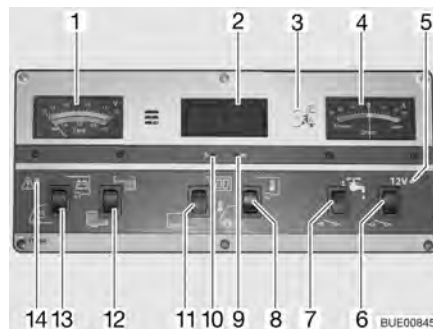

Bild 104 Panel IT 994
Med instrumentet V/tank (Bild 104,1) avläses den övre skalan. Instrumentets belysning tänds automatiskt när en knapp trycks in.
- Vippkontakten (Bild 104,13) trycks in nedtill : Startbatteriets spänning visas.
- Vippkontakten (Bild 104,13) trycks in upptill: Bodelsbatteriets spänning visas.
På instrumentet V/tank (Bild 104,1) avläses den undre skalan. Instrumentets belysning tänds automatiskt när en knapp trycks in.
- Vippkontakten (Bild 104,12) trycks in upptill: Vattenvolymen visas.
- Vippkontakten (Bild 104,12) trycks in nedtill: Avloppsvattenvolymen visas.
Den röda varningslampan ALARM (Bild 104,14) blinkar så snart spänningen i bodelsbatteri har sjunkit till under 11 V (mätning under pågående drift) och risk för djupurladdning föreligger.
Slå på: ■ Vippkontakten (Bild 104,11) trycks in upptill: Visning av digitalur är inkopplad. Temperaturvisning är driftsklar.
Slå från: ■ Vippkontakten (Bild 104,11) trycks in nedtill: Visning av digitalur och temperaturvisning är avstängda.
Ställa in: ■ Tryck i öppningen för timvisningen (Bild 104,10) med en spetsigt föremål, t. ex en pennspets, tills önskat timtal har nåtts.
■ Tryck i öppningen för minutvisningen (Bild 104,9) med en spetsigt föremål, t. ex en pennspets, tills önskat minuttal har nåtts.
Indikeringar: ■ Vippkontakten (Bild 104,8) trycks in upptill: Innetemperaturen visas.
■ Vippkontakten (Bild 104,8) trycks in nedtill: Utetemperaturen visas.
På instrumentet ström (Bild 104,4) visas batteriströmmens flöde kontinuerligt. Instrumentets belysning tänds automatiskt när en knapp trycks in.
Med huvudbrytaren 12 V (Bild 104,6) kopplas panelen och bodelens 12 V-försörjning till eller från.
Slå på: ■ Vippkontakten (Bild 104,6) trycks in upptill: 12 V-försörjningen för bodelen är påslagen. Kontrollampan (Bild 104,5) lyser grönt.
Slå från: ■ Vippkontakten (Bild 104,6) trycks in nedtill: 12 V-försörjningen för bodelen är avstängd. Kontrollampan (Bild 104,5) slocknar.
Kontrollampen 12 V (Bild 104,5) lyser då huvudbrytaren 12 V (Bild 104,6) är inkopplad.
Den gula 230 V-kontrollampen (Bild 104,3) lyser när nätspänningen ligger på el-blockets ingång.
Slå på: ■ Vippkontakten (Bild 104,7) trycks in upptill: Vattenförsörjningen är aktiverad.
Slå från: ■ Vippkontakten (Bild 104,7) trycks in nedtill: Vattenförsörjningen är avstängd.